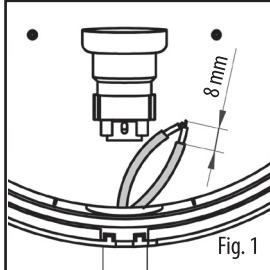

Fig. 1
- Fix the lamp holder at the fixing point on the base, using the screw supplied (fig. 1).
- Insert the silicone sheath over the conductors (fig. 1).
- Strip about 8 mm of the conductor and twist the copper trefolis. Connect the phase (L) and neutral (N) conductors to the lamp holder (fig. 1).
- Fijar el portalámpara en el punto de fijación de la base con el tornillo en dotación (fig. 1).
- Introducir la funda de silicona en los conductores (fig. 1).
- Pelear los conductores 8 mm aproximadamente, retorcer los hilos de cobre. Conectar los conductores de fase (L) y neutro (N) en el portalámparas (fig. 1).
- Fixez la douille sur le point d'ancrage de la base avec la vis fournie (fig. 1).
- Enfilez la gaine en silicone dans les conducteurs (fig. 1).
- Dénudez les conducteurs sur 8 mm environ entortillez les fils en cuivre. Branchez les conducteurs de phase (L) et neutre (N) sur la douille (fig. 1).
- Fixe o porta lámpada ao ponto de ataque da base com o parafuso fornecido (fig. 1).
- Insira o revestimento de silicone nos condutores eléctricos (fig. 1).
- Remova o revestimento dos condutores de cerca de 8 mm, torça os fios de cobre. Conecte os condutores de fase (L) e neutro (N) no porta lámpada (fig. 1).
- Die Lampenfassung anhand der mitgelieferten Schraube am Verankerungspunkt der Basis befestigen (Abb. 1).
- Die Leitungen in die Silikonummantelung einfügen (Abb. 1).
- Die Adern um ca. 8 mm blank machen und die Kupferlitzen drücken. Die Phasenleiter (L) und die Nichteileiter (N) an die Lampenfassung anschließen (Abb. 1).